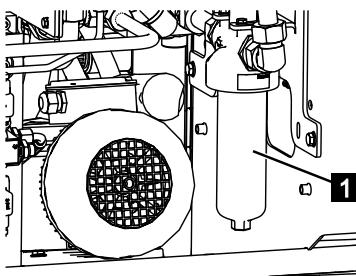

Abb. 243
2. Einen geeigneten Auffangbehälter für Hydrauliköl unter den Filter (Abb.243/1) stellen.
3. Filtertopf (Abb.243/1) abschrauben.